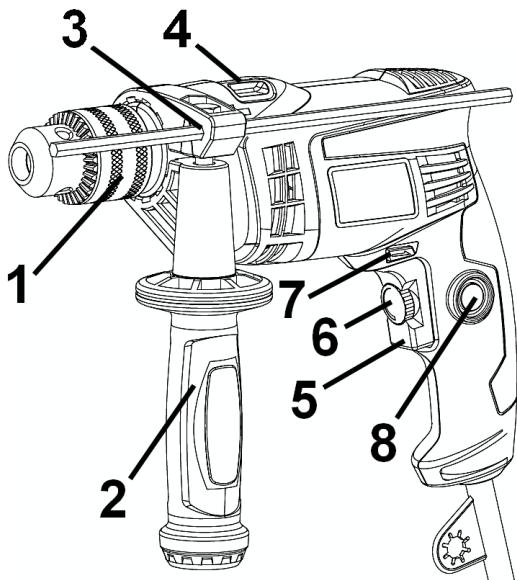

Рисунок 1
3.4.1 Изделие имеет два режима работы: ударно-вращательный и вращательный. Переключение режимов работы изделия осуществляется переводом переключателя (4) (см. рис.1) из одного крайнего положения в другое в сторону соответствующего символа режима работы:
- Ударно-вращательный режим – переключатель (4) должен быть переведен до упора в сторону символа .
- Вращательный режим – переключатель (4) должен быть переведен до упора в сторону символа .
5.2 Выберите необходимый режим работы изделия с помощью переключателя (4) (см. рисунок 1).
Переключение режимов работы изделия осуществляется переводом переключателя (4) (см. рис.1) из одного крайнего положения в другое в сторону соответствующего знака режима работы: